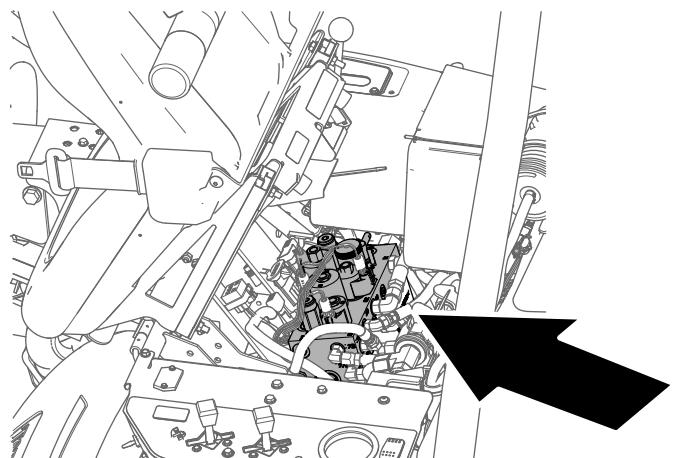

Figura 54
2. Incline el asiento del operador hacia adelante y coloque la varilla de sujeción (Figura 54).